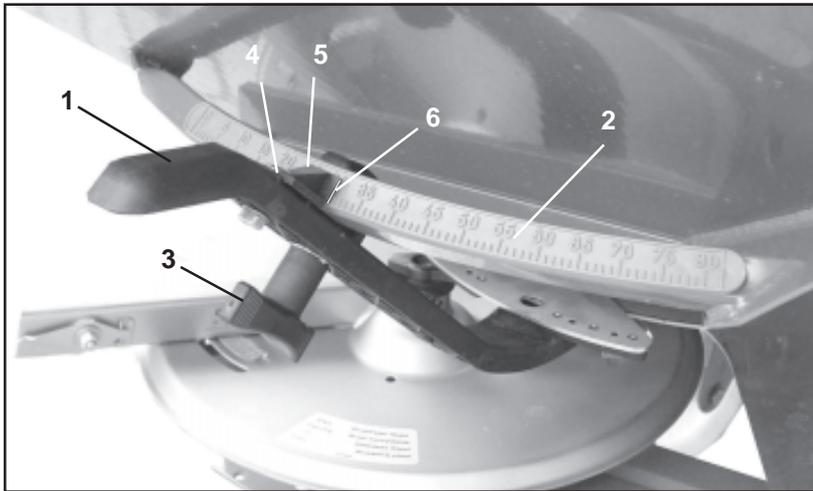

Fig. 9.4
- En utilisant le levier de réglage (fig. 9.4/1) ouvrir la trappe de débit.
- Pivoter le levier de réglage sur l'échelle graduée (fig. 9.4/2) jusqu'en butée sur l'axe.
- Bloquer le levier de réglage à l'aide de la poignée (fig. 9.4/3).
- Desserrer la vis six pans (fig. 9.4/4). Aligner le repère (fig. 9.4/5) sur la valeur "8" de l'échelle graduée et le bloquer par une vis six pans. Le bord de lecture du repère est fig. 9.4/6.